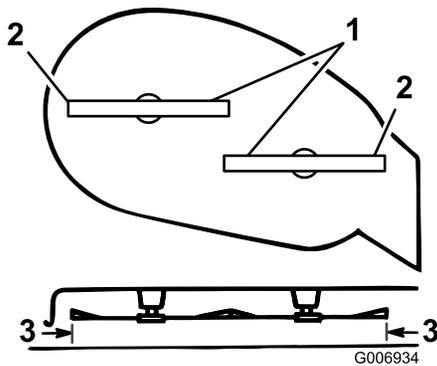

Figura 39
5. Ruotate con cautela le lame da un lato all'altro (Figura 39).
6. Misurate la distanza tra i taglianti esterni e la superficie piatta (Figura 39). Se entrambe le misurazioni non sono comprese in 5 mm, regolate; proseguite l'operazione.